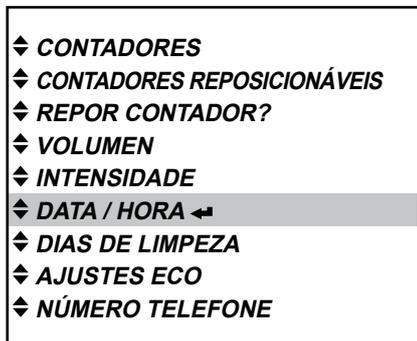

Fig. 37
1. Prima a tecla Enter ◀ para aceder ao menu «DATA/HORA». (Fig. 37)